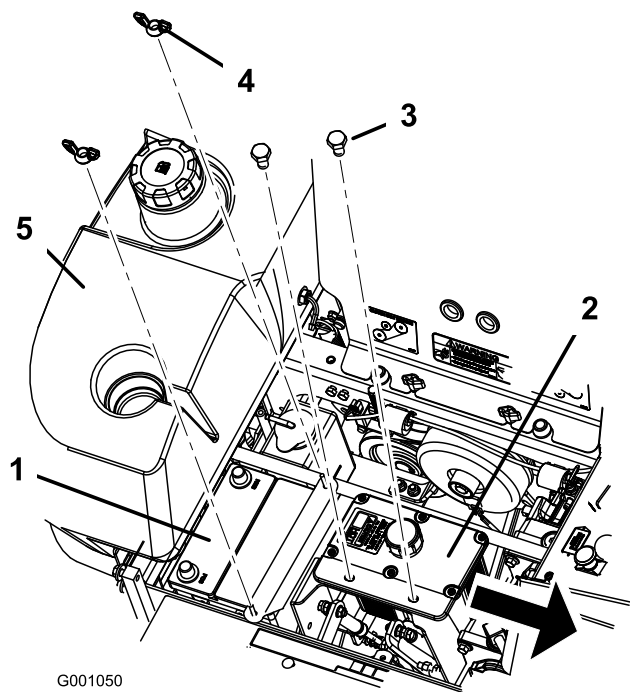

Figure 54
6. Retirez les deux écrous à oreilles (1/4 po) qui fixent la barrette de maintien de la batterie (Figure 54).
7. Retirez les boulons de fixation du réservoir hydraulique (Figure 54).
1. Placez la batterie dans son support en tournant les bornes à l'opposé du réservoir hydraulique (Figure 54).
6. Fixez la batterie en position avec des boulons en J, une barrette de maintien, 2 rondelles (1/4 po) et 2 écrous à oreilles (1/4 po) (Figure 54).